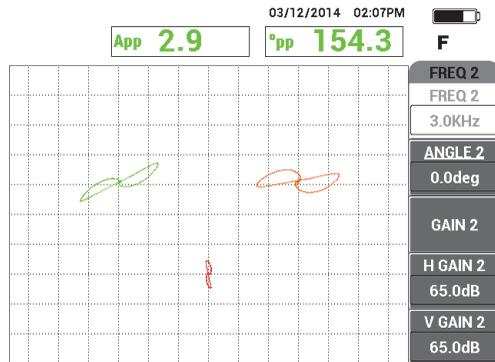

Figura 5-137 Escaneo de la perforación transversal de pared
2. Escanee lentamente solo la perforación transversal más pequeña y, después, pulse el pedal ERASE (suprimir) para borrar la pantalla de ser necesario. Cuando la señal de la perforación es visible en la pantalla del NORTEC 600, pulse la tecla FREEZE (). Vea la Figura 5-137 en la página 244.